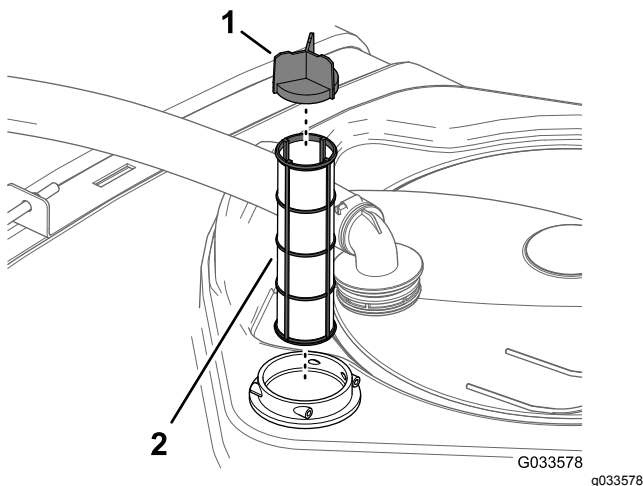

Figura 54
4. Retire o filtro de sucção antigo da estrutura do filtro no depósito (Figura 54).